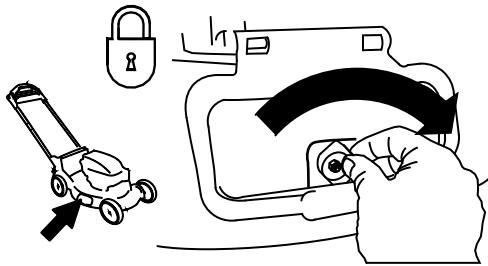

図 27
**重要** 側方排出デフレクタを閉じてロックする図 27。